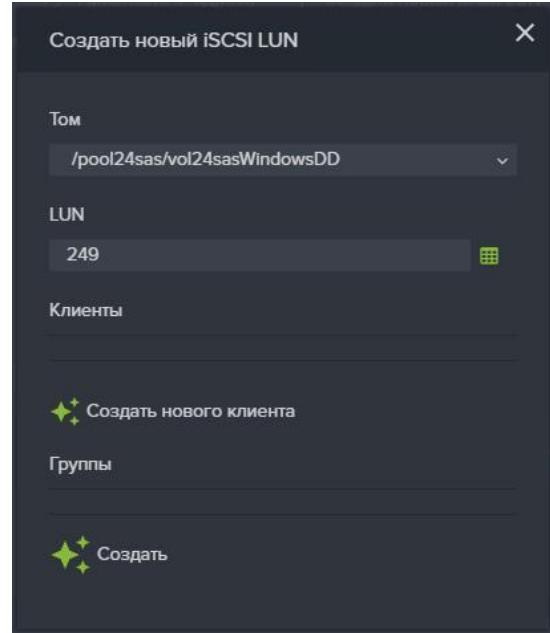

Рисунок 54. Создание iSCSI LUN
- Нажмите на кнопку «Создать новый iSCSI LUN», откроется одноименное окно (см. Рисунок 54);